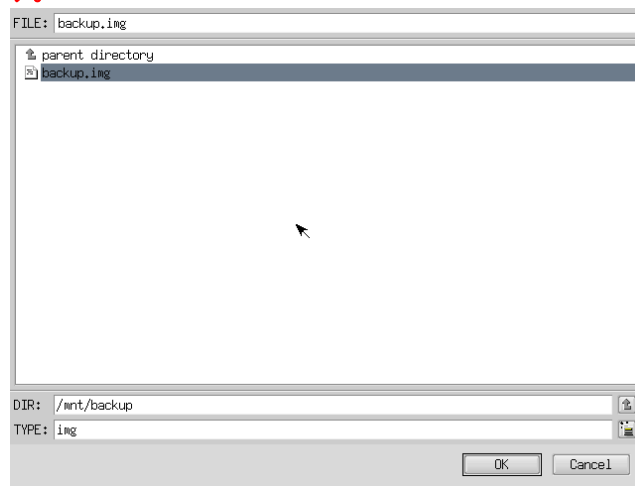

図 5-2-5. ファイル参照画面
- ⑧ ファイル参照画面（図 5-2-5）が表示されます。接続したバックアップ USB のパーティションは、/mnt にマウントされていますので、/mnt 以下から目的のファイルを探してください。[OK]を押すとファイル選択画面にもどります。
- ⑨ ファイル参照画面（図 5-2-5）で指定したバックアップファイルが入力されていることを確認します。